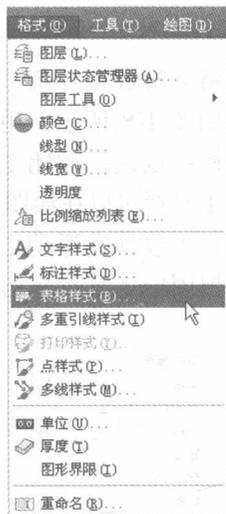
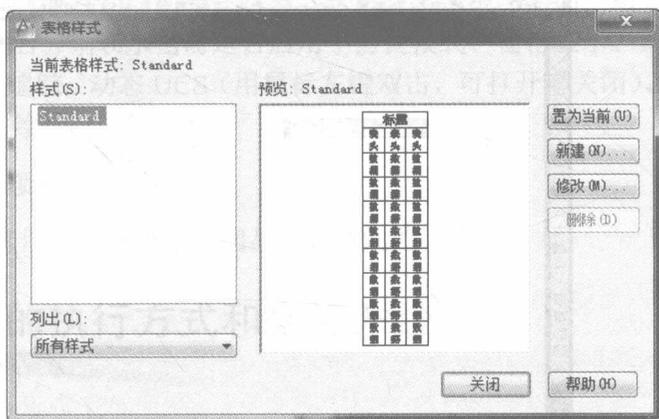

图 1-4 打开对话框的菜单命令
图 1-5 “表格样式”对话框
- ③ 打开对话框的菜单命令。这种类型的命令后面带有省略号。例如，选择菜单栏中的“格式”→“表格样式”命令（如图 1-4 所示），屏幕上就会打开对应的“表格样式”对话框，如图 1-5 所示。